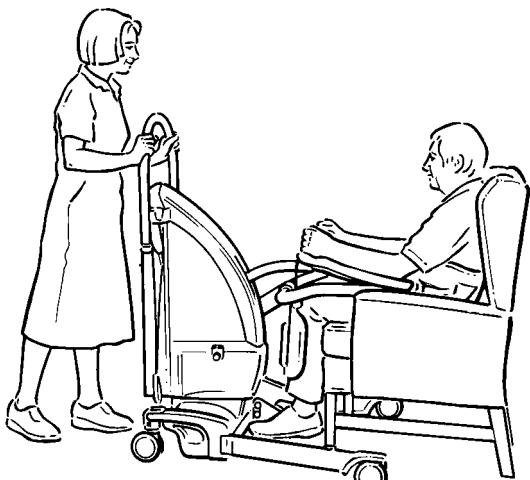

Fig. 19
4. Si es posible, el paciente deberá agarrar entonces el Arc-Rest con una o ambas manos (véase la fig. 19).